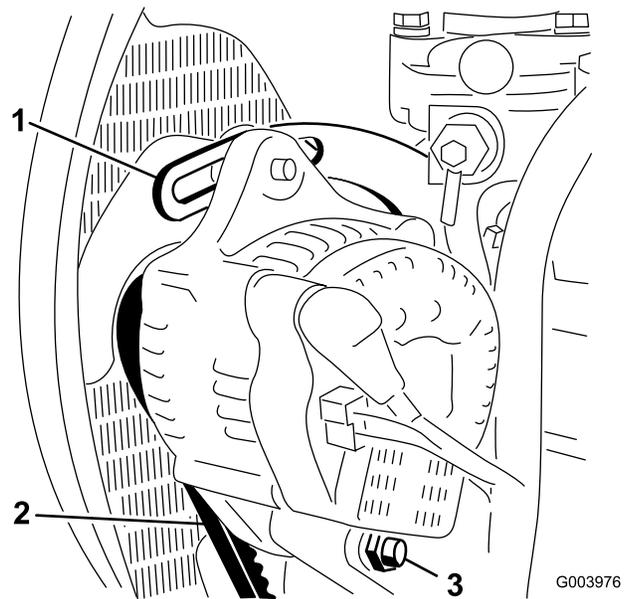

Figura 49
2. Compruebe la tensión de la correa del alternador flexionándola (Figura 49) en el punto intermedio entre las poleas del alternador y del cigüeñal con una fuerza de 10 kg.
3. Afloje el perno que fija el tirante al motor (Figura 49), el perno que fija el alternador al tirante y el perno de pivote.